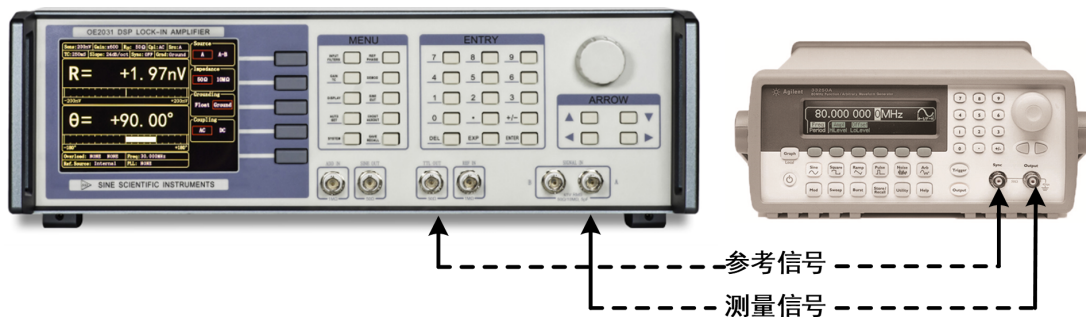

图 86. 信号线连接图
2. 用一条带 BNC 接头的信号线连接函数信号发生器的输出接口和 OE2031 前面板 SIGNAL IN 的 IN+ 接口，用另一条带 BNC 接头的信号线连接函数信号发生器的同步参考信号接口和 OE2031 前面板的 REF IN 接口，如图 86 所示：